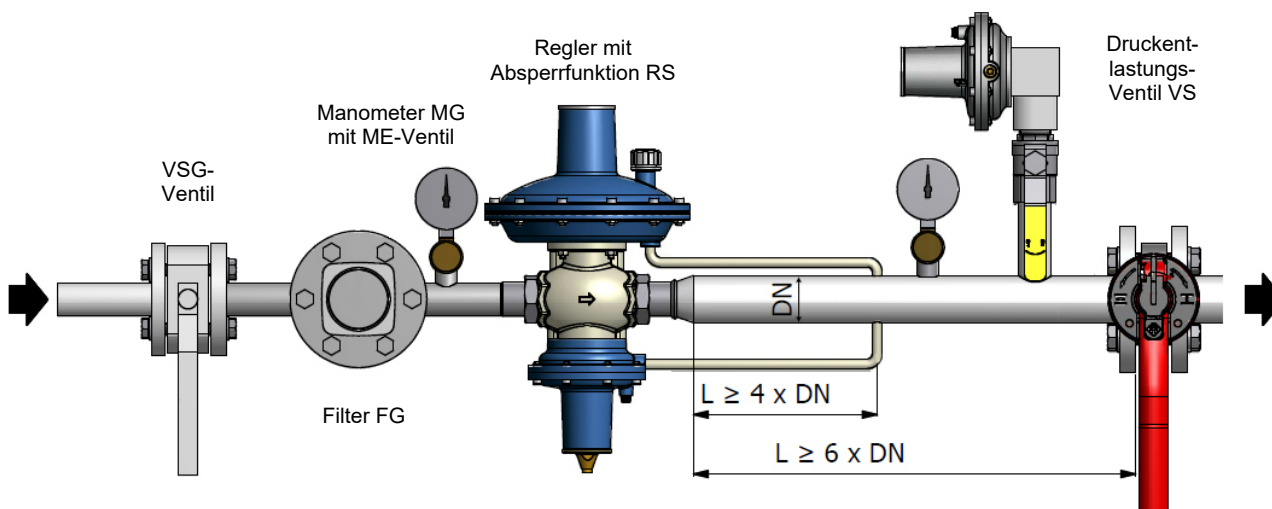

Abb.2 – Installationsbeispiel mit anderen ELEKTROGAS Komponenten
- Falls eine externe Impulsleitung erforderlich ist, sollte diese in einem Abstand von mindestens $4 \times \text{DN}$ vom Regler in einem geraden Rohrleitungsabschnitt angeschlossen werden (siehe Abb. 2)